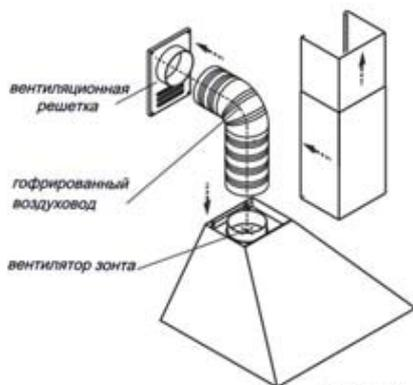
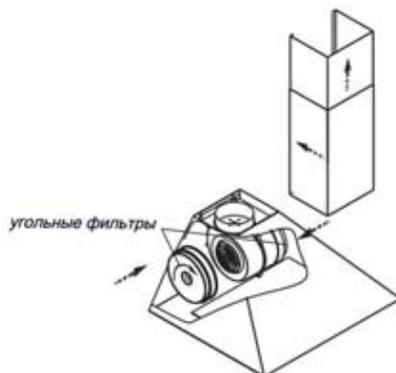
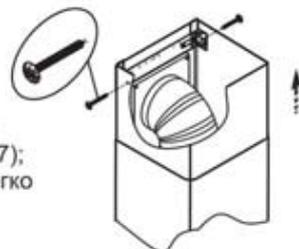

РИС. 7
РИС. 8
РИС. 9
6.3. В зависимости от режима эксплуатации зонта соедините вентилятор с вентиляционной решеткой полужестким гофрированным воздуховодом (рис. 7) или установите на вентилятор угольные фильтры. Угольные фильтры устанавливаются на защитные решетки корпуса вентилятора путем легкого нажатия и поворота их по часовой стрелке (рис. 8).
6.4. Установите фальштрубы (рис. 7, 8). Выдвиньте верхнюю фальштрубу, оденьте ее на кронштейн (рис. 9) и закрепите винтами самонарезаемыми 3,5х11мм.
- будьте осторожны при установке фальштруб (рис. 7);